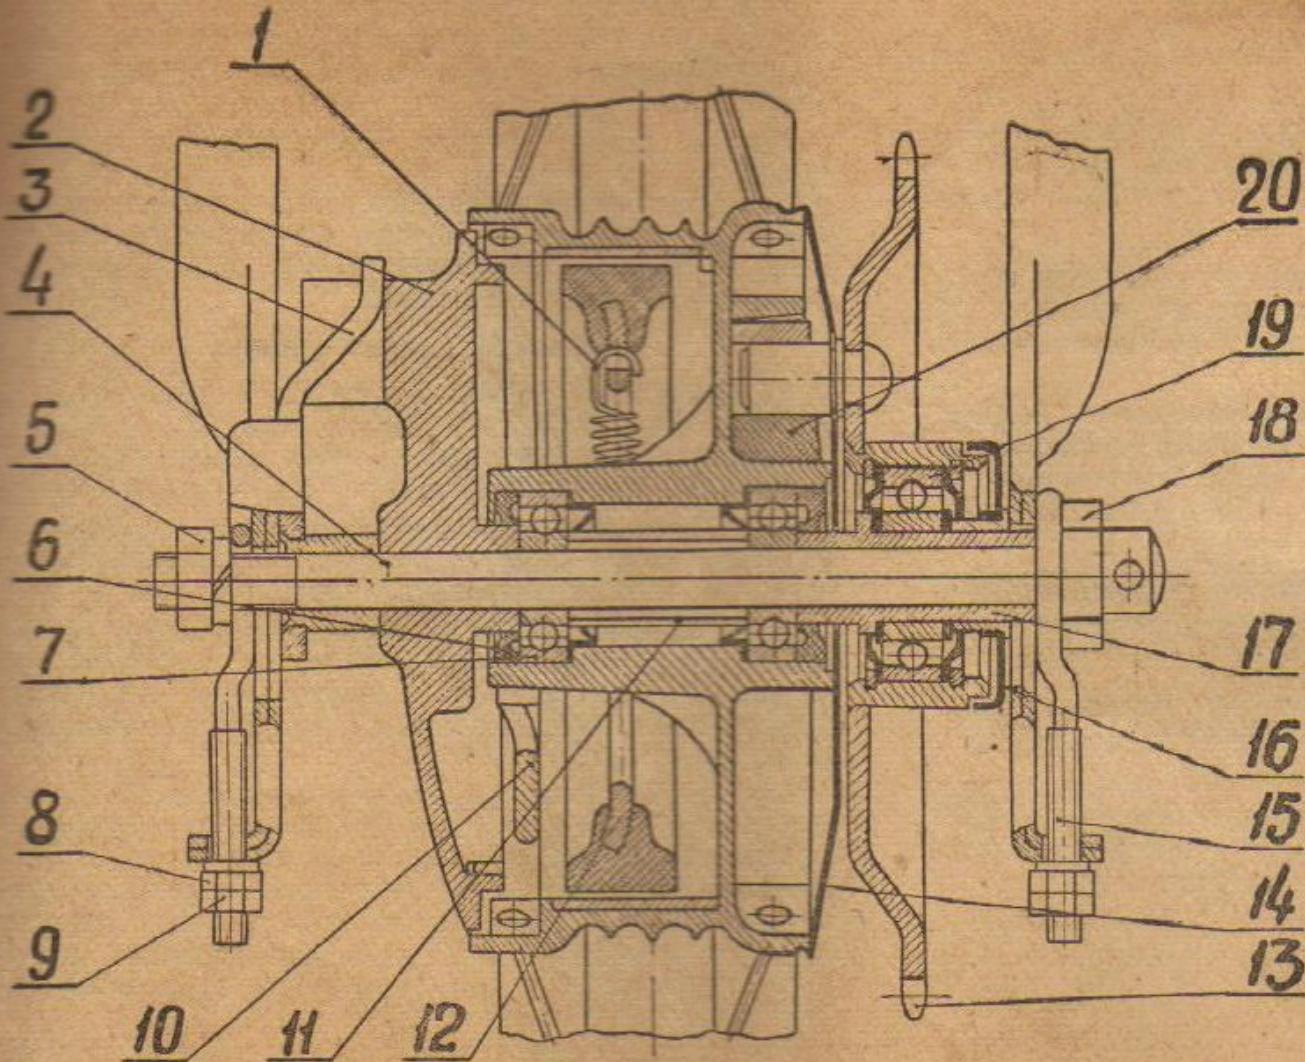

Рис. 13. — Втулка задняя
Порядок снятия заднего колеса (рис. 13)
1. Ослабить гайки заднего колеса 5 и 18 (рис. 13).